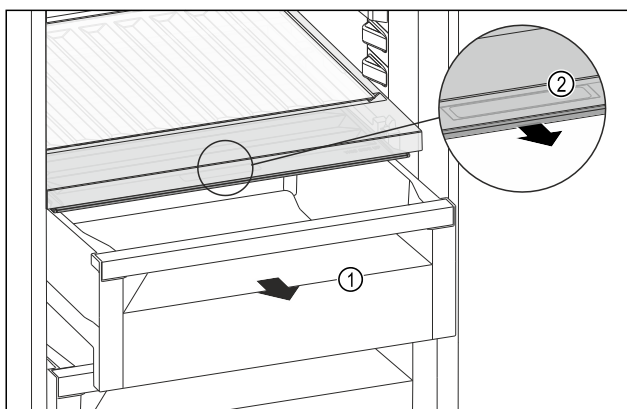

Fig. 238
- Extrageți sertarul Fig. 238 (1).